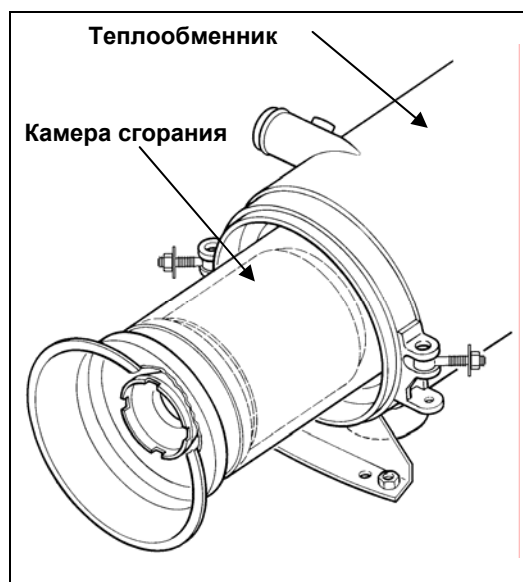

Рис. 905 Замена теплообменника и камеры сгорания
4. Вынуть камеру сгорания (1, рис. 905) из теплообменника (2).
5. Снять теплообменник (2).
1. Вставить камеру сгорания (1, рис. 905) до упора в теплообменник (2).
3. Вынуть камеру сгорания (1, рис.905) из теплообменника (2) и удалить.
1. Вдвинуть камеру сгорания (1, рис. 905) до упора в теплообменник (2).